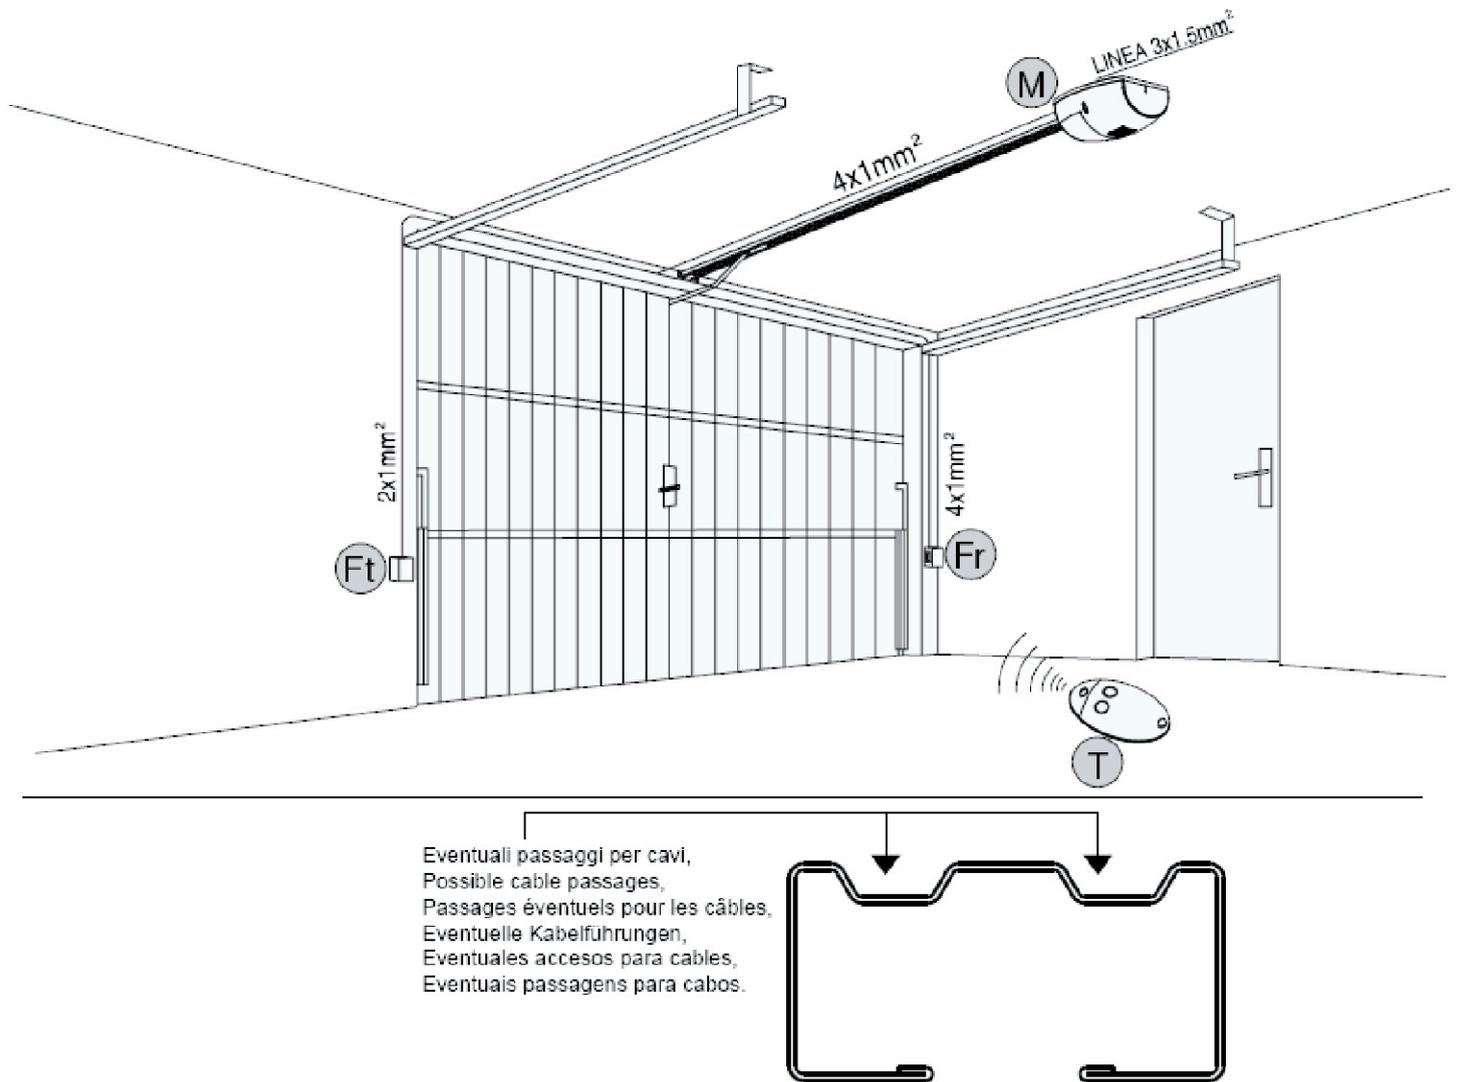

рис. 17
6. Расположение блоков автоматики (рис.17)